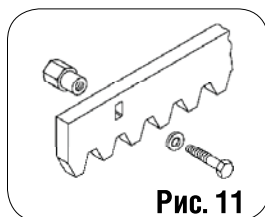

Рис. 11
5.4.1. Привариваемая стальная рейка (рис. 11)